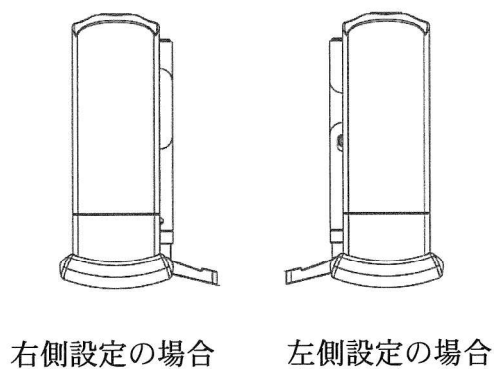

図 1-7-1
2. 左右の調整：ポール B を固定し、パッド A を No1 の方向に押します。次にノブ C を No2 のように回して調整します (図 1-7-1 のように正しい方向に取り付けてください)